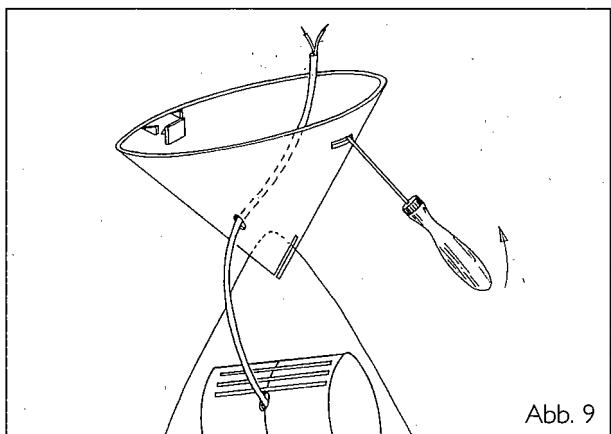

Abb. 9
**Lösen des Baldachins:** Durch Einstechen des Schraubendrehers in beide Slitze am Baldachin und durch seitliches Drücken (Abb. 9).